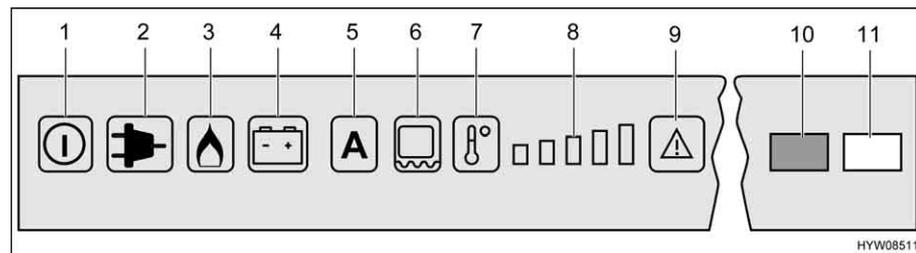

Fig. 194 Elementos de comando para o frigorífico (Dometic RMD)
Se estiver escolhido o modo de serviço "AES" e **não** estiver ligada nenhuma alimentação de 230 V e o motor do veículo estiver **desligado**, o AES escolhe a alimentação a gás. Ao escolher o funcionamento a gás, abre-se automaticamente o dispositivo de bloqueio da ignição para que o gás possa fluir para o queimador. Ao mesmo tempo é ligado o dispositivo eletrônico de ignição. Se a chama se apagar, por ex., devido a uma corrente de ar, o dispositivo de ignição é imediatamente ativado, acendendo novamente o gás. Em caso de avaria no funcionamento a gás, os botões luminosos "Gás" (Fig. 194,3) e "Avaria" (Fig. 194,9) ficam a piscar. A luz piloto "Avaria" (Fig. 194,10) acende-se e ouve-se durante 20 segundos um alarme acústico.
Depois da ligação, o frigorífico escolhe automaticamente a regulação média do termostato. Esta regulação pode ser posteriormente regulada manualmente, usando o botão de escolha do nível de temperatura (Fig. 194,7). As luzes piloto (Fig. 194,8) indicam a regulação escolhida no termostato. Com o botão para a seleção do nível de temperatura, é regulada a temperatura de refrigeração para os três tipos de energia. Demora algumas horas até que o frigorífico tenha atingido a temperatura normal de serviço. Ao comutar o modo de serviço, mantém-se a regulação do termostato. A temperatura de refrigeração é mantida independentemente do tipo de energia.
- Ligar o aquecimento do caixilho durante 2 horas: Prima a tecla (Fig. 194,6) uma vez. Está acesa uma barra no indicador do nível de temperatura (Fig. 194,8).
- Ligar o aquecimento do caixilho durante 5 horas: Prima a tecla (Fig. 194,6) duas vezes. Estão acesas duas barras no indicador do nível de temperatura (Fig. 194,8).
- Regular o aquecimento do caixilho para serviço ininterrupto: Prima a tecla (Fig. 194,6) três vezes. Estão acesas três barras no indicador do nível de temperatura (Fig. 194,8).
O indicador do nível de temperatura (Fig. 194,8) indica durante alguns segundos a duração de funcionamento do aquecimento do caixilho.
A altas temperaturas exteriores e alto grau de humidade podem formar-se gotas de água no caixilho de metal do compartimento congelador. Por isso, o frigorífico está equipado com um aquecimento para o caixilho do compartimento congelador. A altas temperaturas e alto grau de humidade do ar, ligue o aquecimento do caixilho mediante a tecla (Fig. 194,6). Desta maneira, evita-se a formação de corrosão. Quando o aquecimento do caixilho estiver ligado, o botão luminoso acende-se (Fig. 194,6).
- Prima a tecla Ligar/Desligar (Fig. 194,1) durante mais ou menos 2 segundos. O frigorífico liga-se, é indicado o tipo de energia regulado por último ou "AES".
- Regular a temperatura de refrigeração com o botão de escolha do nível de temperatura (Fig. 194,7). As luzes piloto (Fig. 194,8) indicam a regulação escolhida no termostato.
- Prima a tecla Ligar/Desligar (Fig. 194,1) durante mais ou menos 2 segundos. O frigorífico desliga-se, não há mais nenhuma indicação acesa.